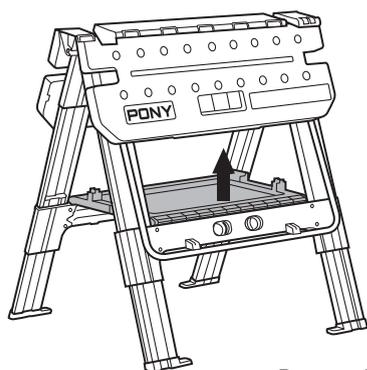

Рисунок 15
2. Поднимите лоток для инструментов в центре, чтобы ножки могли сложиться. (Рисунок 15)